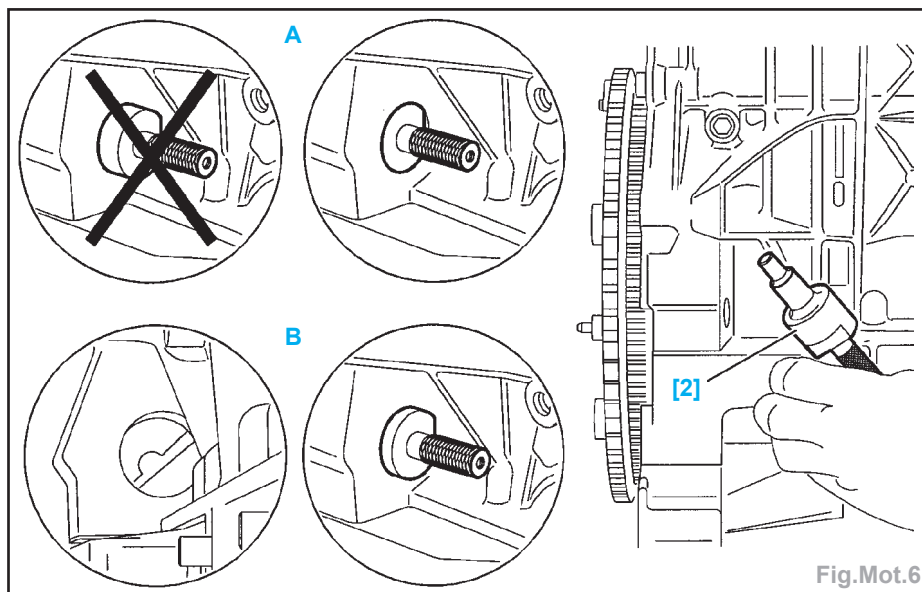

Fig.Mot.6
- Tourner le moteur à l'aide de la vis (5) de pignon de vilebrequin jusqu'à l'amener en position de pignage.
- Piger le moteur, à l'aide de l'outil [2] (Fig.Mot.6) :